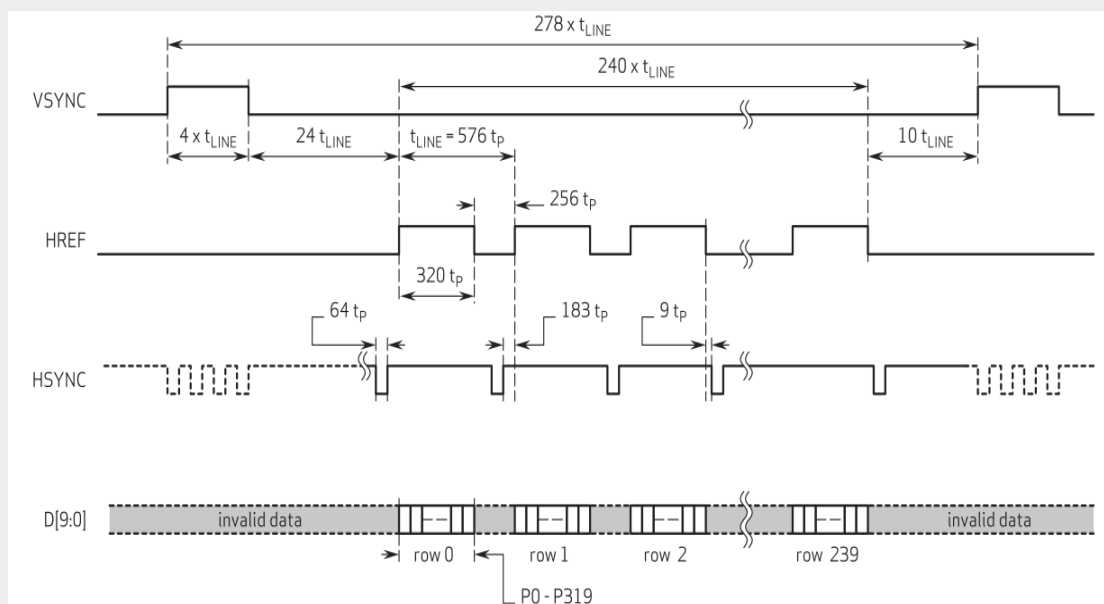

图 30-12 QVGA 帧时序
**VGA** 显示图像时以一幅图像为一帧，所以其帧时序(也称为场时序)由多个行时序组成，见图 30-12。帧时序与行时序的区别主要是多了一条信号线 **VSYNC** 用于表示帧起始信号和帧结束信号。见图 30-12。
OV7670 实际输出图像时，不是标准的 VGA 时序，而可以选择使用 QVGA、CIF、QCIF 时序(可通过配置 OV7670 的 COM7 寄存器选择)。QVGA 意为 Quarter VGA，译为 VGA 的四分之一，即 240\*320 像素，这正好符合野火 3.2 寸屏的像素大小，所以我们采用 QVGA 时序。图 30-12 中的 QVGA 时序，可以看到输出每行像素的时间(HREF 高电平的时间)为 320 Tp，即 320 个像素点的时间，240\* Tline就是指输出 240 行像素的基本时间。